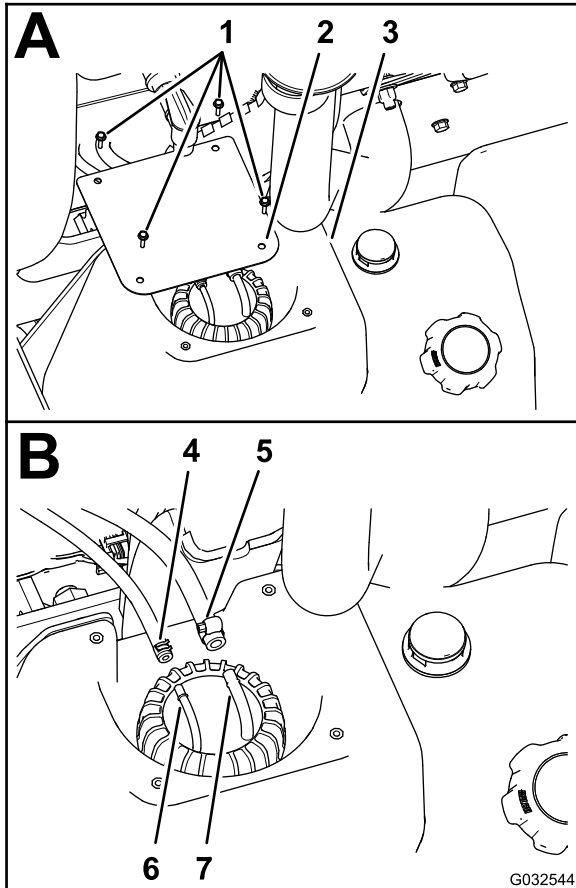

Figura 78
2. En el depósito de combustible, retire los 4 tornillos (Nº 10 x 3/4") que sujetan la tapa a la parte superior del depósito de combustible, y retire la tapa (Figura 78, A).
3. Afloje las abrazaderas que sujetan las 2 mangueras de combustible a los 2 acoplamientos de manguera, en la parte superior del conjunto de tuberías de combustible (Figura 78, B).
de la manguera en un recipiente de combustible homologado (Figura 78, B).
4. Monte la manguera de combustible de 6,4 mm sobre el acoplamiento de manguera de 6,4 mm, y sujete la manguera al acoplamiento con la abrazadera (Figura 78, B).
5. Monte la manguera de combustible de 8 mm sobre el acoplamiento de manguera de 8 mm, y sujete la manguera al acoplamiento con la abrazadera (Figura 78, B).
6. Monte la tapa en el depósito (Figura 78, A) con los 4 tornillos (Nº 10 x ¾") que retiró en el paso 2 de Retirada del filtro de combustible del depósito (página 65).